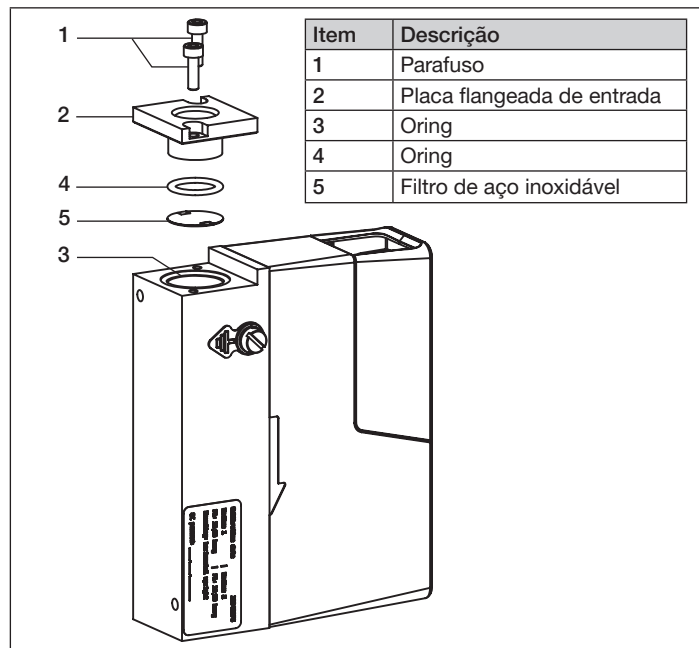

Figura 25: Limpeza do filtro de aço inoxidável
- Desmontar a placa flangeada de entrada [2] mediante desparafusamento de ambos parafusos[1] (veja Figura 25).
- Montar as peças na sequência correta (veja Figura 25).